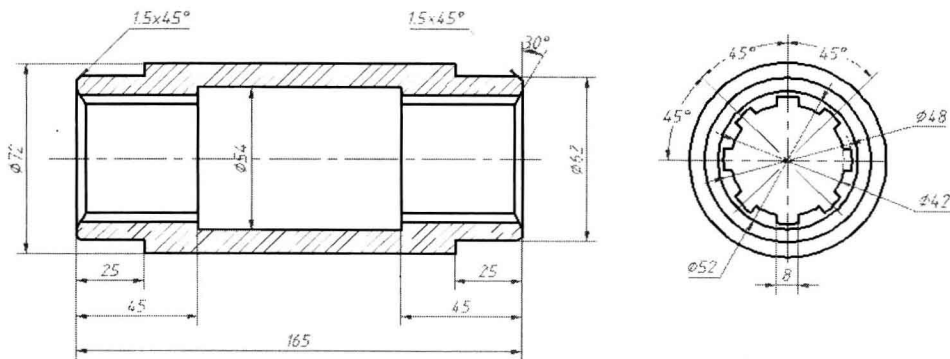

图 1-8 轴套零件
- 一组视图。一组视图是指, 能够完整、清晰的表达零件的结构和形状的所有视图。为了满足生产的需要, 零件图的一组视图应视零件的功用以及结构形状的不同而采用不同的视图及表达方法, 例如一个简单的轴套零件, 使用两个视图即可表达清楚, 如图 1-8 所示。